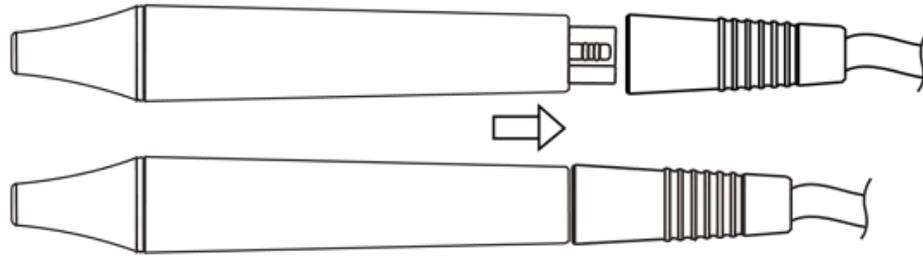

Figura 7-3
- 6.5 Conecte la pieza de mano con el cable (figura 7-3,7-4,7-5,7-6), seleccione una punta de raspador adecuada según sea necesario y atorníllela firmemente en la pieza de mano con la llave dinamométrica (figura 7-8).